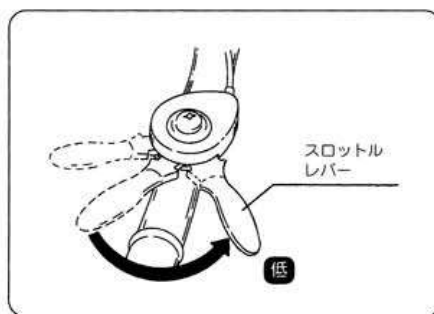

図26
- ① スロットルレバーを「低速」位置にもどし、停止スイッチを「OFF」位置にしてください。(図26・27)